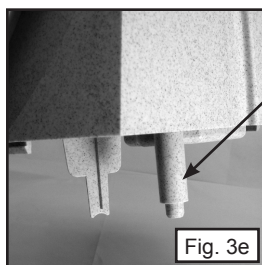

Fig. 3b
- 1) Remettre le moteur en place, entre les 3 montants de 2,5 cm situé sur le côté droit de la fontaine. Pousser doucement vers le bas pour enfoncer les ventouses. (Fig. 3b)